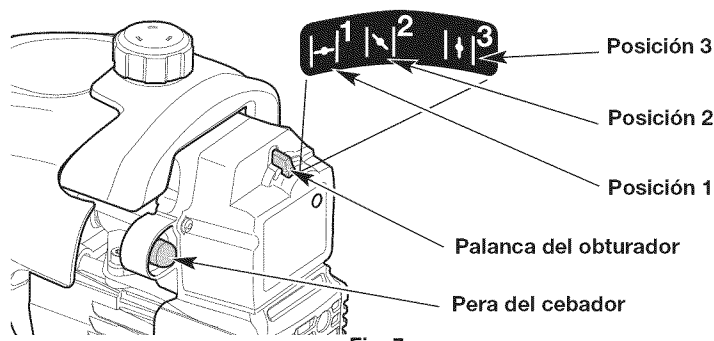

Fig. 7
3. Oprima y suelte despacio la pera del cebador **10 veces** (Fig. 7). Si no se ve combustible en la pera del cebador, oprima y suelte la pera hasta que se vea el combustible.
4. Mueva la palanca del obturador a la **Posición 1** (Fig. 7).
7. Siga apretando el control del regulador. Mueva la palanca del obturador a la **Posición 2** (Fig. 7).
10. Siga apretando el control del regulador. Mueva la palanca del obturador a la **Posición 3** (Fig. 7) y siga calentando el motor otros 60 segundos. La unidad se puede usar en este momento.
SI... el motor falla, mueva de nuevo la palanca del obturador a la **Posición 2** (Fig. 7) y siga calentándolo.